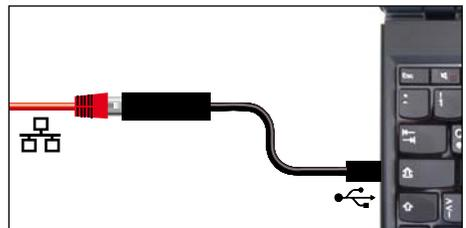

Abb. 7 Konverter Ethernet–USB
- ▶ Konverter Ethernet–USB (Abb. 7). Damit ist es möglich, den Ethernetanschluss des Geräts (siehe Seite 11) mit dem USB-Anschluss eines PCs/Laptops zu verbinden.